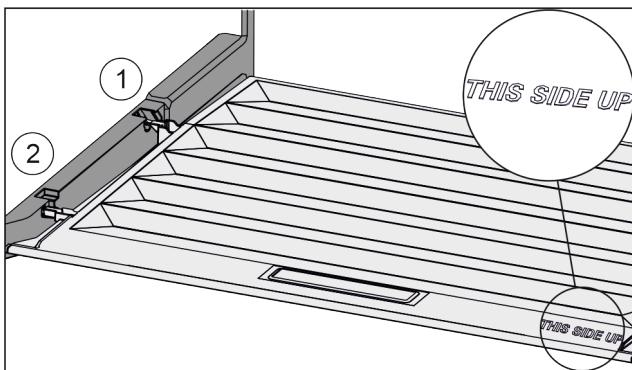

Fig. 74
- ▶ Introduceți nervura capacului prin orificiul suportului posterior Fig. 74 (1) și înclinați-l în față în suport Fig. 74 (2).